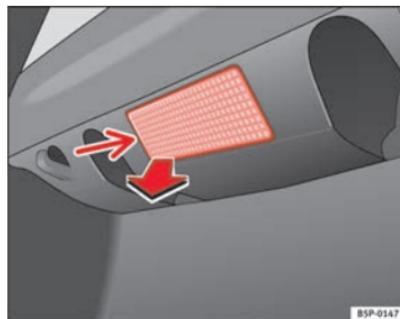

Fig. 197 Éclairage du coffre à bagages
- Retirez la tulipe en faisant pression sur le rebord de la partie inférieure de celle-ci - flèche - à l'aide d'un tournevis plat ⇒ fig. 197. ►